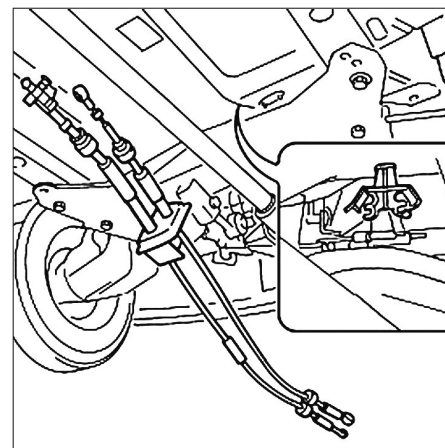

FIG. 17
- Lever le véhicule et déloger les câbles de l'agrafe de fixation située sur le tablier (Fig.17).